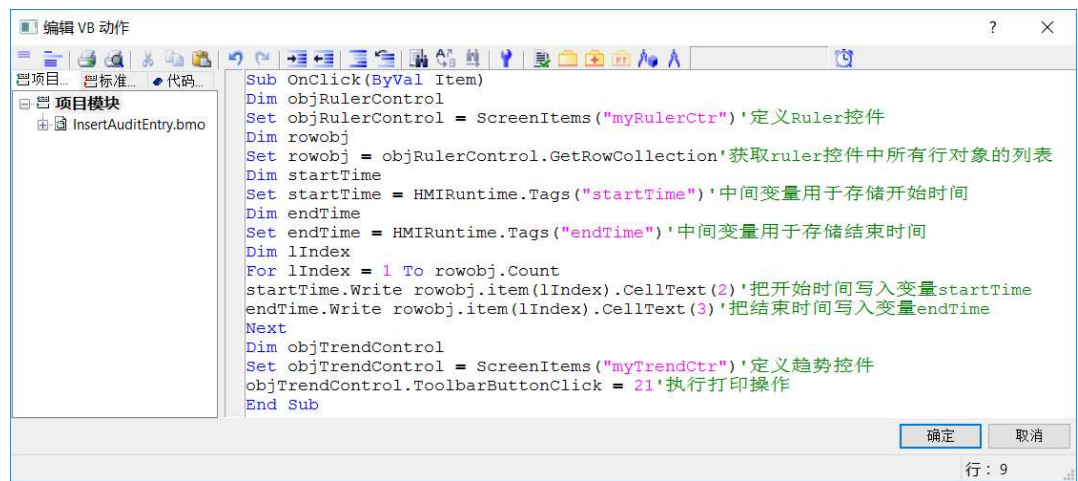

图 10
在按钮的“单击鼠标”动作下创建 VBS 动作，编写脚本用于获取开始时间和结束时间，并执行打印动作。脚本中的 CellText (2) 和 CellText (3) 代表开始时间和结束时间在表格中的位置。如果“时间戳 (LL)”和“时间戳 (UL)”的位置发生变化，那么需要调整 CellText () 中的参数。详细脚本如图 10 所示。